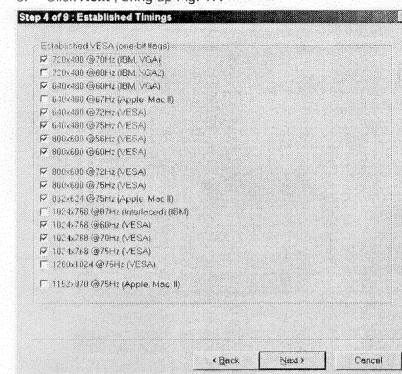

Fig. 17
3. Click **Next**, bring up Fig. 17.